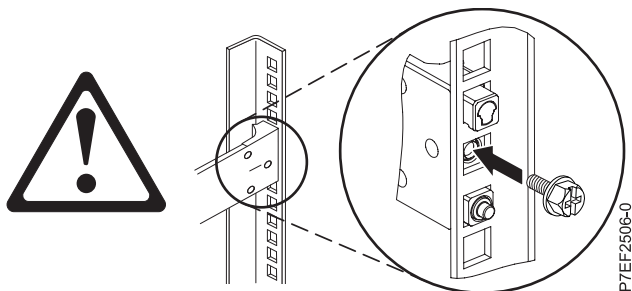

Figure 4. Réinstallation de la vis
- Réinstallez la vis qui a été retirée à l'étape 2, à la page 4, comme illustré dans la figure 4.